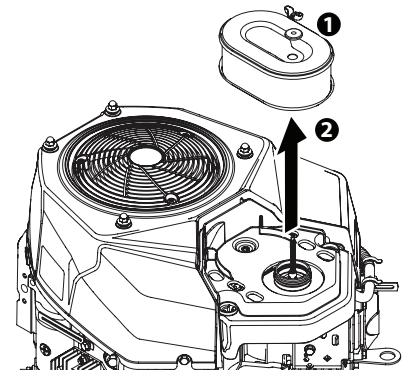

Figura 6-5
4. Tire hacia arriba y retire el filtro de aire y el sello de base. Vea la Figura 6-5.